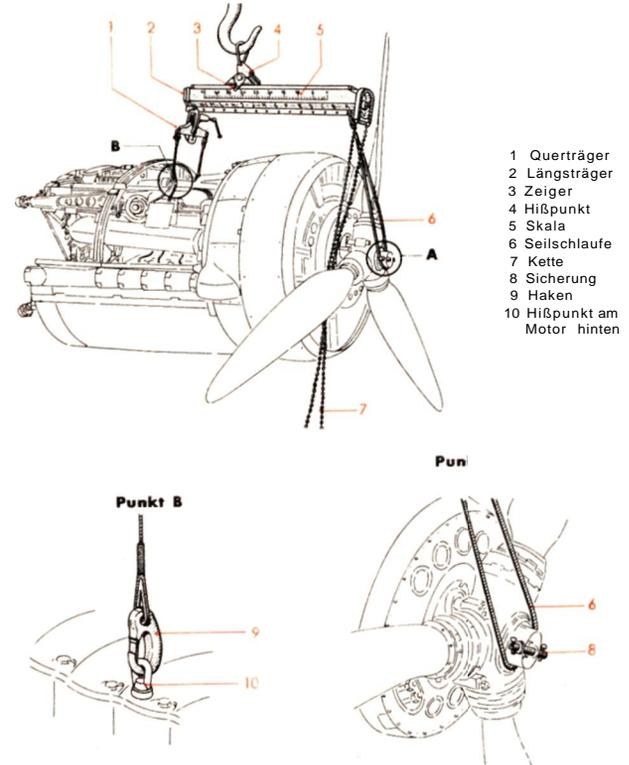

Abb. 15 Einheits-Hißgeschirr für Triebwerk
Das Hissen des Triebwerkes kann mit dem Einheitshißgeschirr (Abb. 15) in Fluglage oder Spornlage sowie mit oder ohne Luftschaube vorgenommen werden. Dabei müssen der Querträger (1), der Hißpunkt (4) sowie die Seilschlaufe (6) verstellt werden.
Nachdem die Triebwerksverkleidung abgenommen und das Einheits-Hißgeschirr eingestellt ist, werden die Haken (9) (Abb. 15) des Querträgers (1) an den beiden hinteren Hißpunkten (10) am Motor eingehängt.